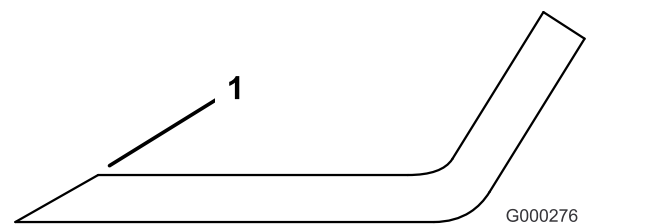

Figura 112
3. Esaminate l'affilatura di tutte le lame e affilate se risultano smussate o scheggiate (Figura 112).
Nota: Affilate soltanto la parte superiore del tagliente e mantenete l'angolo di taglio originale per garantire l'affilatura (Figura 112). La lama rimane bilanciata soltanto se viene rimossa una quantità uguale di metallo da entrambi i taglienti.